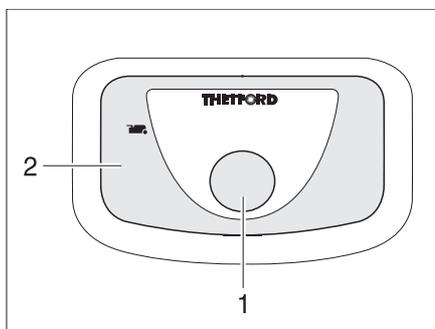

Bild 256 Spülknopf/Kontroll-Leuchte Thetford-Toilette
- Zum Spülen den blauen Spülknopf (Bild 256,1) drücken.
Die Kontroll-Leuchte (Bild 256,2) leuchtet, wenn die Thetford-Kassette entleert werden muss.
- Den Schieberhebel (Bild 256,1) im Uhrzeigersinn schieben. Der Schieber wird geschlossen. Zum Entleeren **muss** in der Thetford-Toilette der Schieber geschlossen sein.